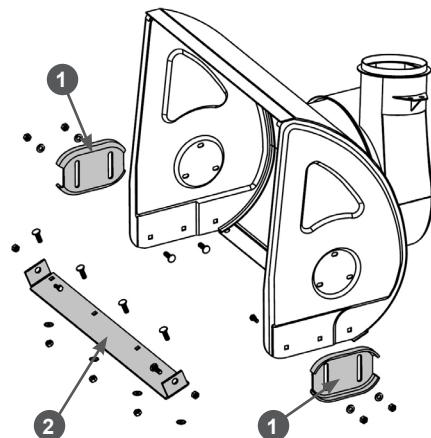

Рис. 47 Обслуживание кожуха шнеков
- Открутите гайки, извлеките болты крепления полозков 1 (Рис. 47) и снимите полозки с кожуха шнеков.
- Переверните полозки на 180 градусов или установите новые полозки и закрепите их четырьмя болтами и гайками (Рис. 47). Перед окончательной затяжкой гаек отрегулируйте высоту забора снега.
Для наглядности на Рис. 47 кожух шнеков показан без шнеков, редуктора и валов.
- Открутите гайки, извлеките болты крепления и снимите нижнюю накладку 2 с кожуха шнеков (Рис. 47).
- Установите новую нижнюю накладку и закрепите ее болтами и гайками (Рис. 47).